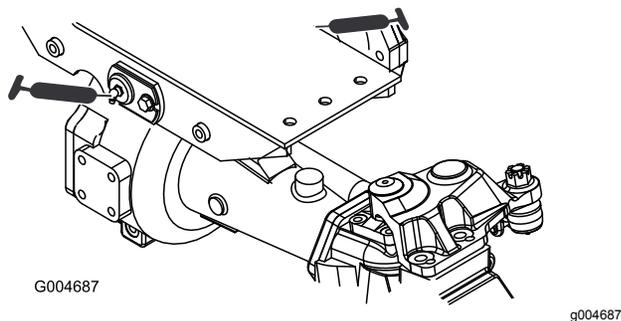

Bild 34
- Drehbüchsen an der Vorder- und Hinterachse (2) (Bild 34)